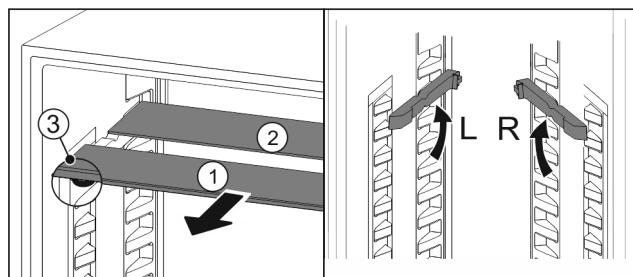

Fig. 97
- Tõmmake Fig. 97 (1) klaasplaadid üksikult ettepoole välja.
- ▷ Iluliist klaasplaat Fig. 97 (1) asub ees.
- ▷ Pidurid Fig. 97 (3) on suunatud allapoole.